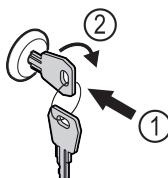

Fig. 178
- Uvucite ključ. Fig. 178 (1)
- Okrenite ključ za 90° nadesno. Fig. 178 (2)